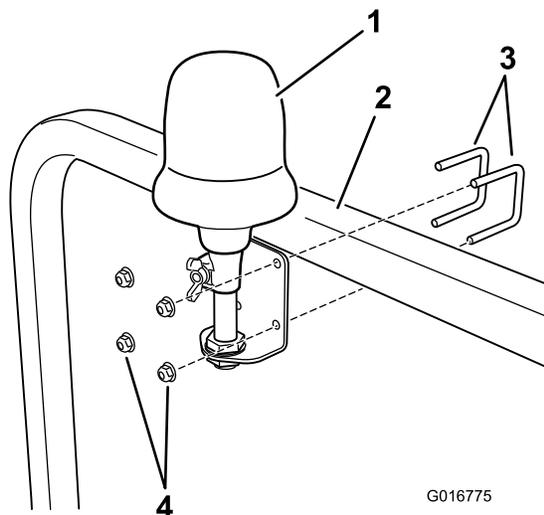

Figura 3
- Montate saldamente la staffa della lampada di segnalazione sul roll-bar con i 2 bulloni a U e i 4 dadi di bloccaggio forniti (Figura 3).